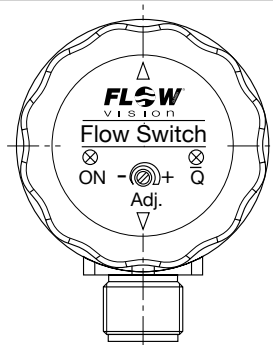

Fig. 8
- 3 Die gelbe LED (\bar{Q}) im Strömungswächter (siehe Fig. 8) zeigt den momentanen Ist-Bereich des Schaltpunktes an.
- 3 The yellow LED (\bar{Q}) on the Flow Monitor (see fig. 8) indicates the actual range of response value.